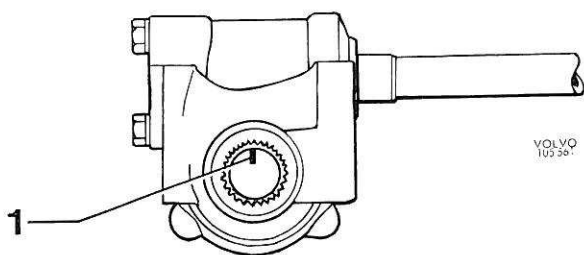

Figure 57. Position centrale
8. Placer la colonne de direction en position centrale (figure 57). Serrer la vis de réglage jusqu'à ce qu'on sente une résistance nette
1. Placer le mécanisme de direction en position centrale (figure 57) et les roues dirigées tout droit vers l'avant.